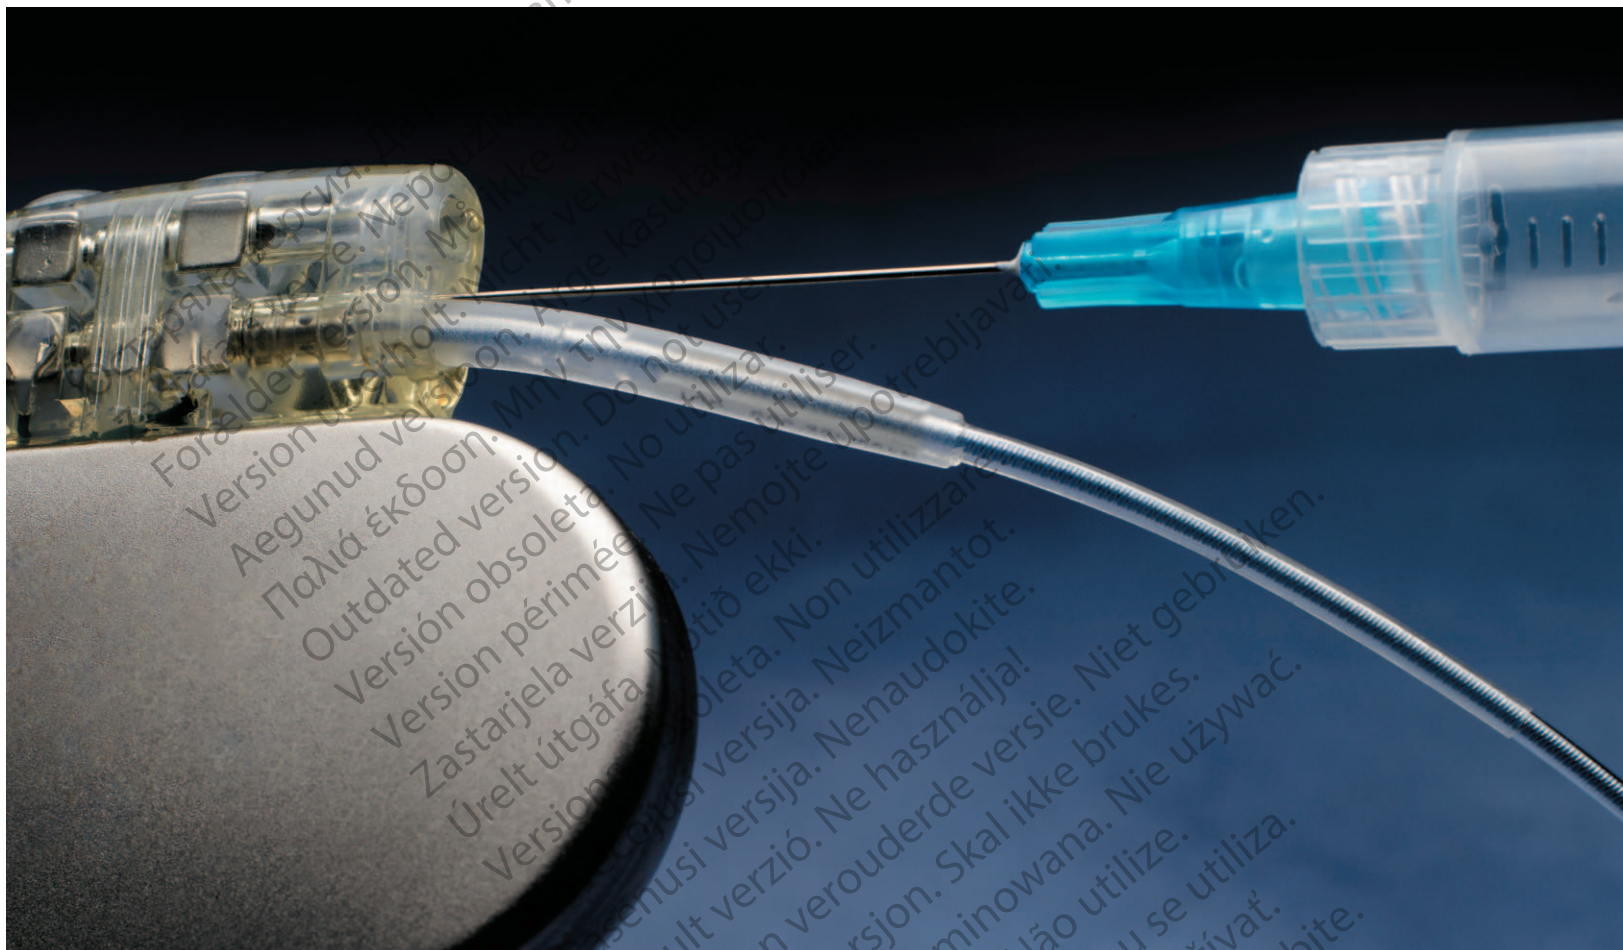

Figure 4. Insérez l'aiguille dans le tube de la sonde, parallèlement à la sonde. N'insérez pas l'aiguille obliquement.
2. Insérez soigneusement l'aiguille dans le port de la sonde entre le corps de la sonde coincée et les joints d'étanchéité du boîtier (Figure 4). L'aiguille sera visible dans le matériau du bloc connecteur.